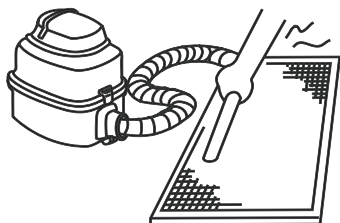

Рис. 5-13
- a. При чистке пылесосом решетку следует располагать внутренней стороной вверх (см. рис. 5-13).